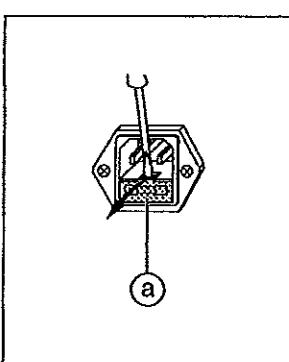

Fig. 5.1
Enlever la cartouche-fusible ① avec le support pour le fusible primaire ⑥ et le fusible de réserve ⑦ (fig. 5.1).
Extraer la pieza inserta ① con montura para fusible primario ⑥ y fusible de reserva ⑦ (Fig. 5.1).